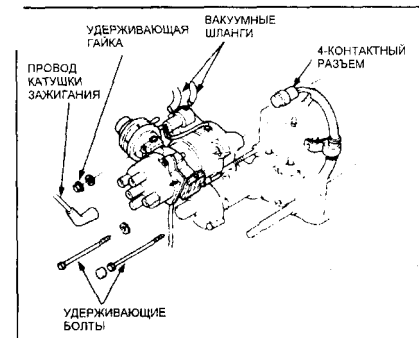

Рис. 10-65.
3. Снимите удерживающие болты распределителя (и гайки на моделях с впрыском), затем снимите распределитель с головки блока цилиндров (рис. 10-65).